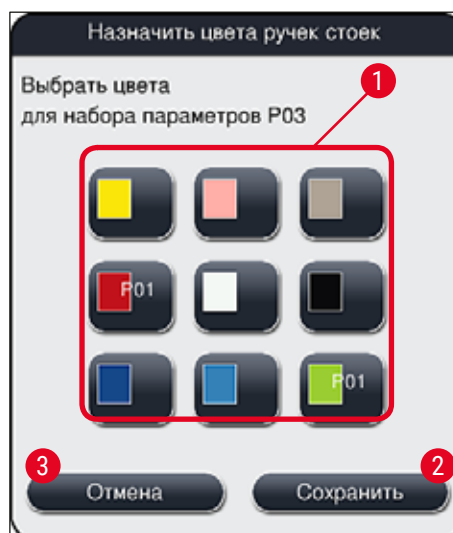

Рис. 45
2. При нажатии кнопки **Цвет** (→ Рис. 44-2) на экране появляется поле выбора (→ Рис. 45), в котором можно назначить цвет ручки штатива для выбранного набора параметров.
- Все доступные цвета представлены на рисунке (→ Рис. 45). Если в поле цвета отображается сокращение, это означает, что этот цвет уже назначен определенному набору параметров.